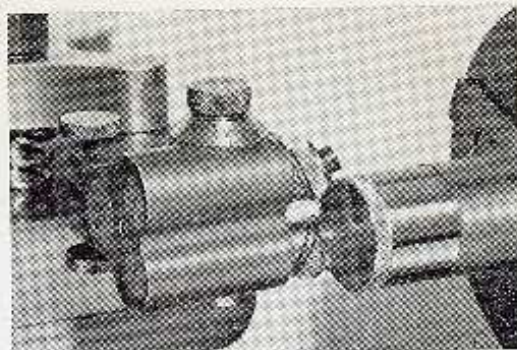

Fig. 9
1.4 Départ du moletage (fig. 9) • Comme représenté sur la fig. 9 plonger l'outil sur la pièce jusqu'à profondeur totale du moletage sur une largeur égale à la moitié de l'épaisseur des fraises. Après seulement mettre en route l'avance automatique longitudinale avec une avance comprise entre 0,05 & 0,3 (suivant matière et pas à réaliser). Pour l'usinage d'un moletage à grand pas choisir une avance faible par contre choisir une plus grande avance pour un pas fin. Tenir compte également de la dureté de la matière pour le choix de l'avance, avance faible pour matériaux durs et inversement. Avec les outils ci-dessus désignés il n'est en aucun cas possible de moleter sur une surface circulaire. L'avance et la vitesse de coupe n'ont aucune influence sur le pas du moletage.